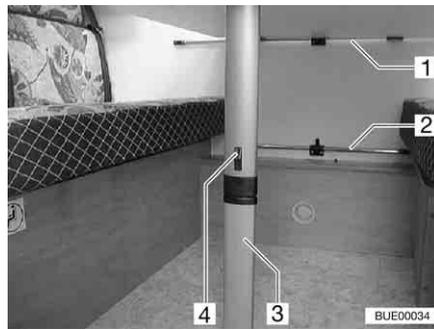

Fig. 74 Mesa colgante con pata articulada
- Correr el bloqueo (Fig. 74,4) hacia el tablero de mesa.
- Abatir 90° la parte inferior de la pata (Fig. 74,3).
- Desenganchar la mesa colgante del riel de enganche superior (Fig. 74,1).
- Enganchar la mesa colgante en el riel de enganche inferior (Fig. 74,2) y situar en la articulación de la pata de la mesa.